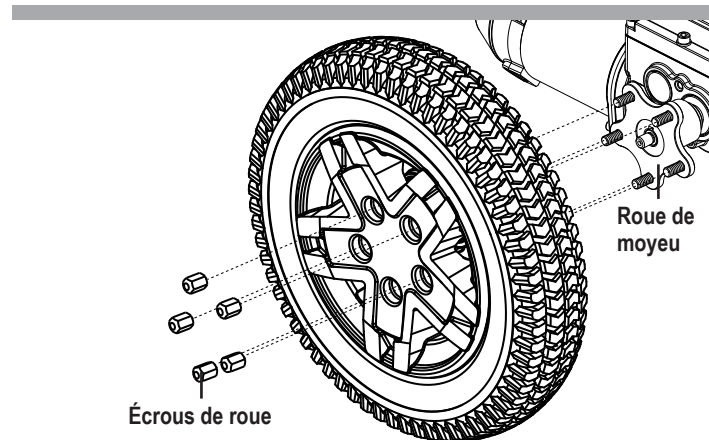

Figure 19. Enlèvement de la roue motrice du Q4
4. Retirez les cinq (5) écrous de roue du moyeu. **Voir la figure 19.**